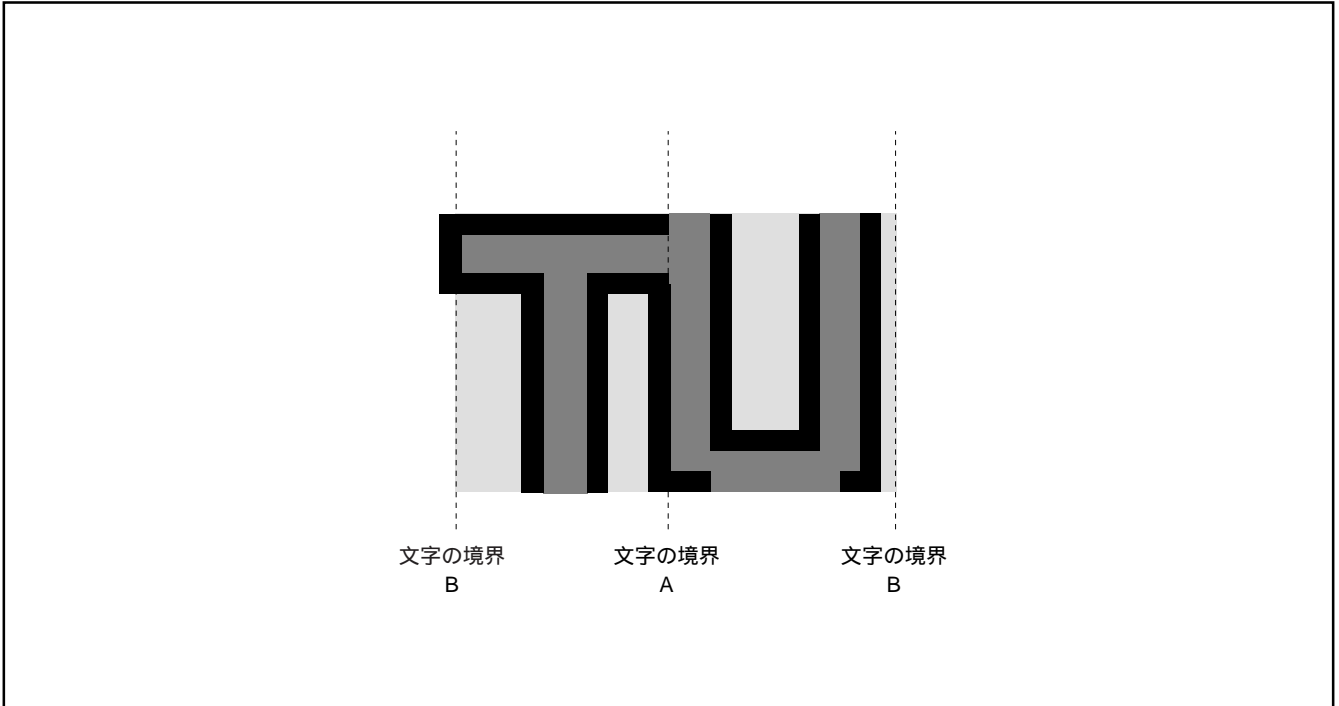

図 8.11.22 フチドリの優先順位
2. フチドリドットと、隣接する文字のキャラクタフォントが重なった場合、キャラクタフォントが優先されます(図8.11.22のA参照)。また、フチドリドットと、隣接する文字背景部が重なった場合、フチドリが優先されます(図8.11.22のB参照)。
3. キャラクタフォントの文字領域をはみ出した上下方向のフチドリは表示されません(図8.11.22参照)。